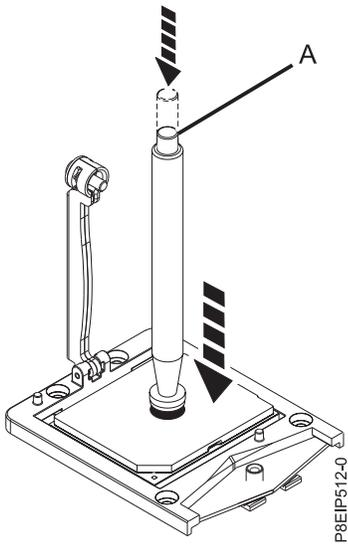

Figure 53. Abaissement de l'outil de retrait sur le module processeur système
3. Abaissez le stylet d'aspiration sur le module processeur système à installer. Appuyez à fond sur le haut du stylet (A) et maintenez le stylet au centre du module processeur système, comme indiqué dans la figure 53. Relâchez le haut du stylet pour fixer le stylet sur le module processeur système.